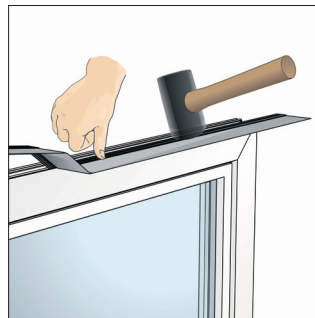

Bild 14: Geeignete Kederfolie in die äußeren Blendrahmen-Nuten einbringen
- Die Folie mit dem geeigneten Keder sorgfältig in die jeweils äußere Blendrahmen-Nut, ggf. mit Hilfe eines Gummihammers einbringen (Bild 14).